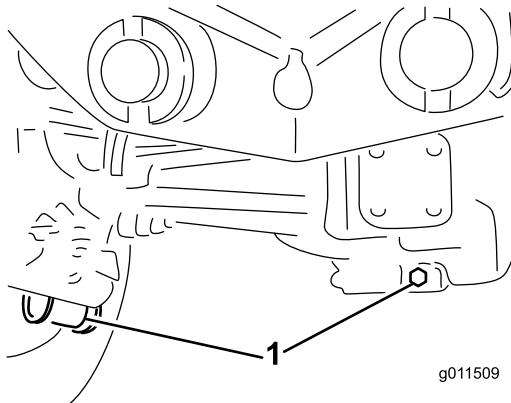

Figura 66
- Pulite attorno ai tre tappi di spуро, uno per lato ed uno in centro (Figura 66).